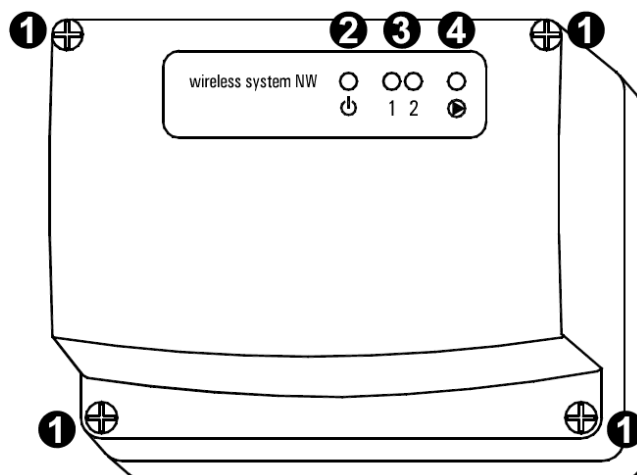

Fig. 1: Trådløs 2-kanals basisenhed, type DLP 241 M
På basisenhedens forside findes der 4 Lysdioder (se fig. 1) :
Spænding tilsluttet. [se (2) i fig. 1] :
Status-lysdioder, kanal/udgang 1 og 2 [se (3) i fig. 1] :
Status-lysdiode, pumpeudgang [se (4) i fig. 1] :